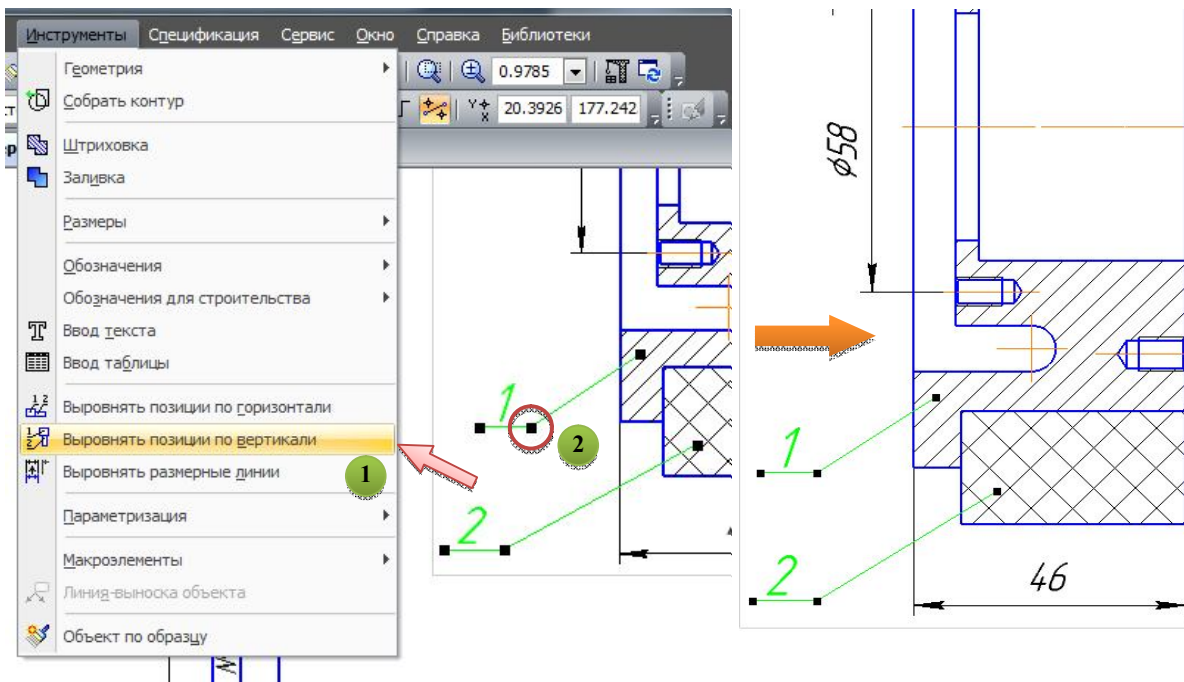

Рис. 2.26. Выравнивание позиций
- Нажмите кнопку «Выровнять позиции по вертикали»  на расширенной панели команд простановки позиционных линий-выносок или через меню «Инструменты → Выровнять позиции по вертикали» (рис. 2.26).